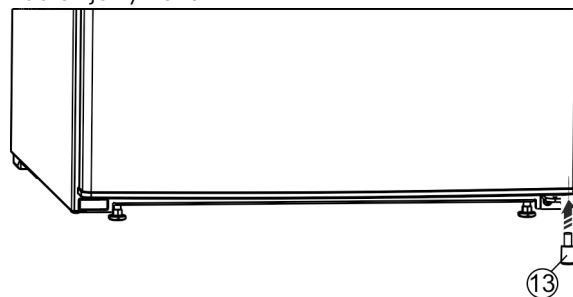

Fig. 27*
- ▶ Distanční vložku Fig. 27 (13) opět vsad'te vpravo dole do dveří; je důležitá pro stabilitu přístroje.*